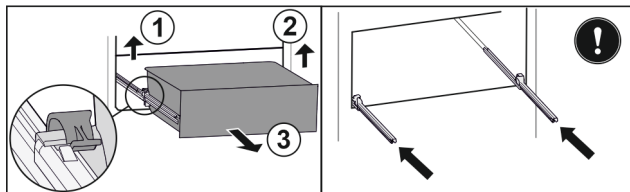

Fig. 64
- ▶ Ridicați clema din stânga și trageți concomitent sertarul din stânga spre înainte. Fig. 64 (1)
- ▶ Ridicați clema din dreapta și trageți concomitent sertarul din dreapta spre înainte. Fig. 64 (2)
- ▶ Extrageți sertarul spre înainte. Fig. 64 (3)